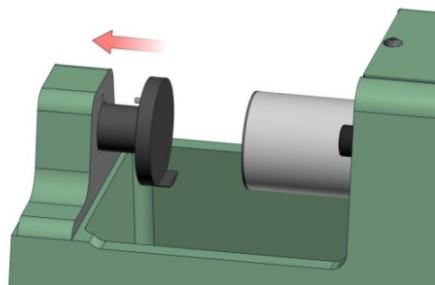

Abbildung 5.2.2
1. Montieren Sie die beiden Spaltfestigkeitsklemmen, indem Sie zunächst jeden der Stifte, die sich auf der Rückseite der Klemmen befinden, mit den Löchern auf den Fuß und dem Hydraulikkolben der Universalsandfestigkeitsmaschine ausrichten. Schieben Sie die Vorrichtung dann vorsichtig 25 mm auf den Fuß (nach links) und 15 mm auf den Hydraulikkolben (nach rechts). Siehe nachfolgende Abbildung 5.2.2. bezüglich der Installation.